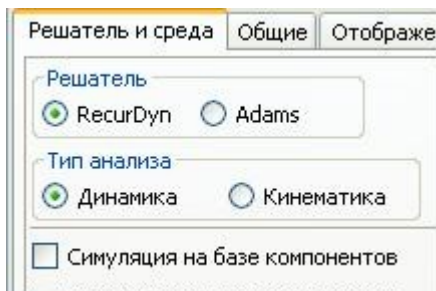

Рис.3
• Чтобы узнать – какой решатель используется в данный момент, нужно выполнить команду *Файл \ Утилиты \ Настройки по умолчанию \ Симуляция кинематических механизмов \ Препроцессор*. В результате вы увидите содержимое диалогового окна, представленное на рис.3. Казалось бы, глядя на рис.3, можно выбрать любой *Решатель*. Тем не менее, мы не рекомендуем менять *Решатель*, потому что весь функционал системы NX сейчас настроен именно на решатель *RecurDyn!!!*